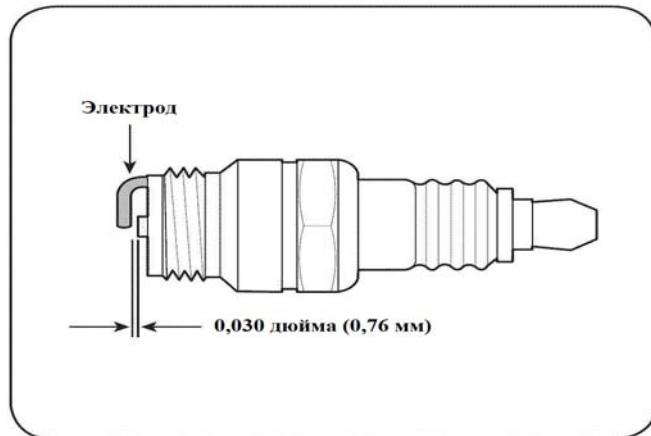

РИС. 15
3. Проверьте зазор проволочным щупом (см. Рис. 15). Значение зазора между электродами свечи должно составлять 0,030 дюйма (0,76 мм). При необходимости отрегулируйте зазор.